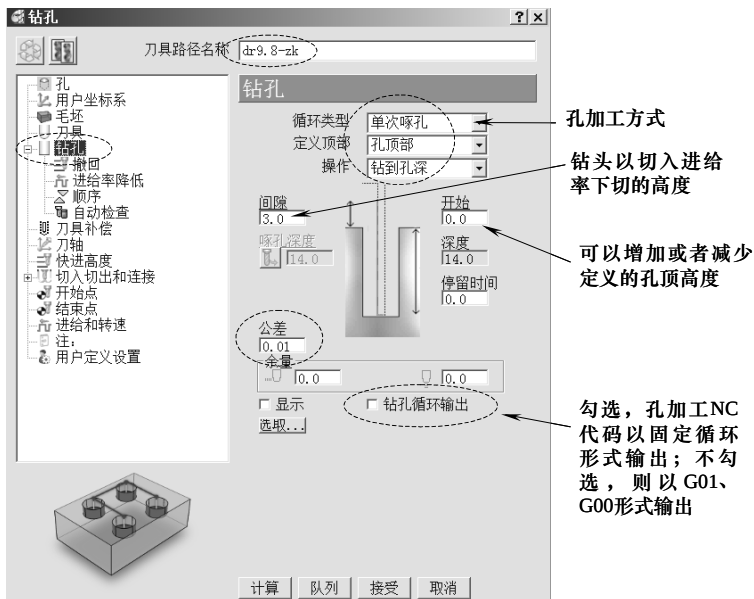

图 2-71 设置钻孔参数
2) 计算钻孔刀具路径: 在 PowerMILL “综合” 工具栏中，单击“刀具路径策略”按钮，打开“策略选取器”表格，选择“钻孔”选项，在该选项卡中选择“钻孔”，单击“接受”按钮，打开“钻孔”表格，按图 2-71 所示设置钻孔参数。